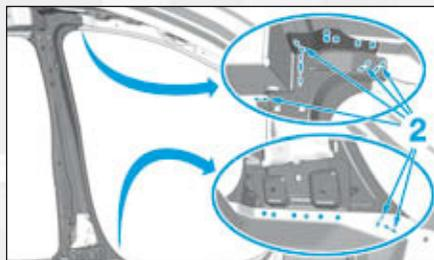

FIG.96
- par points bouchons MAG en puis meuler les points de soudure (Fig.96),
- par cordons MAG en (2),